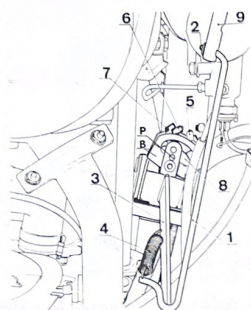

Fig. 8.9. Vista en la parte izquierda del compartimento del motor, del conjunto de mando del freno de mano.
A continuación, en el compartimento del motor (fig. 8.9), quitar el pasador (2), desenganchar el muelle (4) y retirar la varilla (1) de unión entre el tubo (9) y la palanca (3).